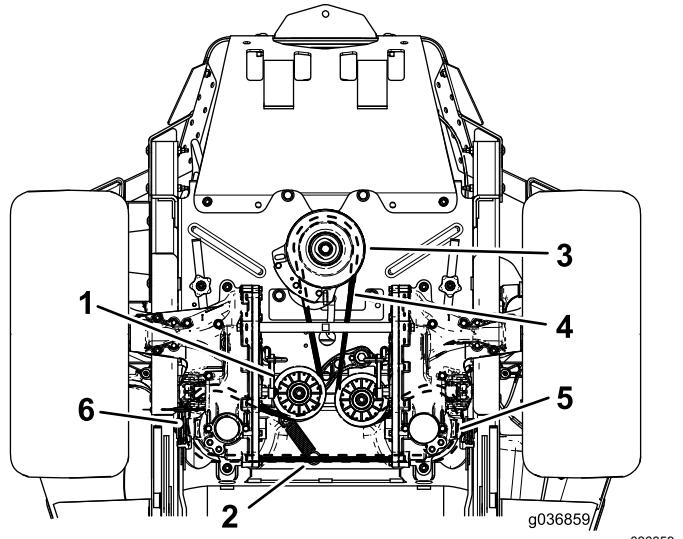

Figura 65
6. Retire a mola intermédia do poste (Figura 65)
8. Instale a nova correia em torno da polia do motor e das 2 polias da bomba hidráulica (Figura 65).